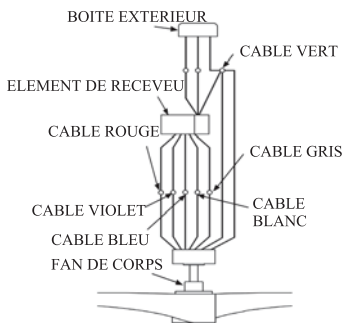

FIG.11
2. Connectez le fil rouge du récepteur au fil rouge du ventilateur à l'aide d'un connecteur de fil. Connectez le fil violet du récepteur au fil violet du ventilateur avec un connecteur de fil. Connectez le fil bleu du récepteur au fil bleu du ventilateur avec un connecteur de fil. Connectez le fil gris du récepteur au fil gris du ventilateur avec un connecteur de fil. Connectez le fil blanc du récepteur au fil blanc du ventilateur avec un connecteur de fil. Connectez le fil vert ou le fil de cuivre nu de la boîte de jonction au fil vert du récepteur, du support de suspension et de la boule de la tige de suspension avec un connecteur de fil. (Voir Fig.11)